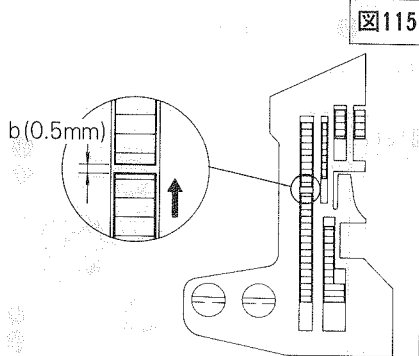

図115
レバー⑧を差動比が最も大きい目盛に合わせてから、プーリーを回して、主送り歯と差動送り歯がいちばん接近したときの隙間(b寸法)が図115、116のようになっているか確認してください。